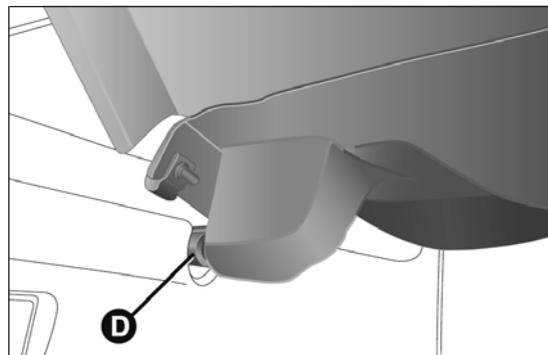

fig. 86
- dégager les axes D fig. 86 situés à l'extérieur de la tablette, puis déposer la plage arrière B en la tirant vers le haut ;